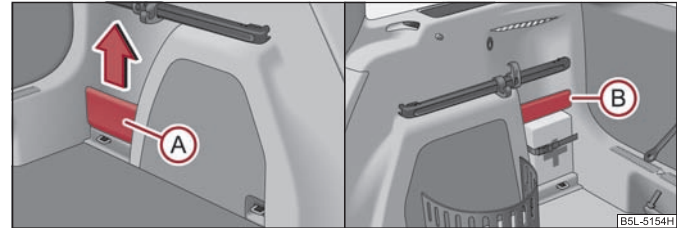

Fig. 96 Portbagajul: Compartimentele de depozitare
Compartimentul de depozitare demontabil (A) ⇒ fig. 96 din partea stângă este adecvat depozitării obiectelor mici cu o greutate de până la 1,5 kg.
Compartimentul de depozitare (B) ⇒ fig. 96 din partea dreaptă este adecvat depozitării obiectelor mici cu o greutate de până la 0,5 kg. ■